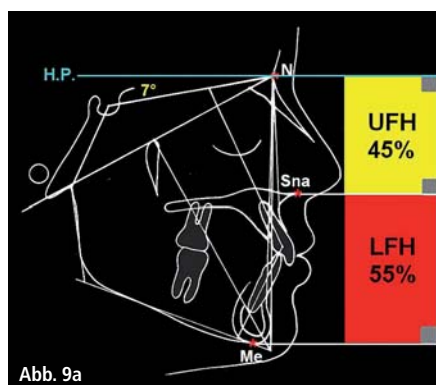

Abb. 9a
bei distaler Okklusion. Die entgegengesetzte Neigungen beider Kiefer hat zu einer Vergrößerung des Interbasenwinkels um ca. $15,5^\circ$ ($ML-NL = 38,5^\circ$). Die Folge des skelettal offenen Bisses ist die verkleinerte Relation zwischen anteriorer und posteriorer Gesichtshöhe ($PFH/AFH = 53\%$ statt 63%) bei strukturell nach posterior abgelaufenem Wachstumsmuster. Die vertikale Einteilung des Weichteilprofils zeigte eine Disharmonie zwischen dem Ober- und dem Untergesicht ($G'-Sn: Sn-Me'$; $46\% : 54\%$). Diese äußerte sich ebenso in den knöchernen Strukturen ($N-Sna: Sna-Me$; $39\% : 61\%$). Im Bereich des Untergesichtes bestand ebenso eine Disharmonie ($Sn-Stms: Stms-Me'$; $27\% : 73\%$). Diese Änderungen im Verhältnis lagen weniger in einer Alteration der Oberlippenlänge als vielmehr in einem verlängerten Untergesicht (Abb. 9a und b).^{11,12,40,55-57}
Abb. 9a und b: Skelettale Einteilung des Gesichtes in der Vertikalen, die Relation zwischen dem Mittel- und Untergesicht in Bezug auf die Spina nasalis anterior ($N-Sna: Sna-Me$) beträgt 45% zu 55% (**a**). Die vertikale Einteilung des Gesichtes zwischen G' und Me' im FRS in Bezug auf die Horizontalebene (HP); die harmonische Relation von oberer $N'-Sn$ (Upper facial height: UFH) zu unterer Gesichtshöhe $Sn-Me'$ (Lower facial height: LFH) beträgt 50% zu 50% (**b**).